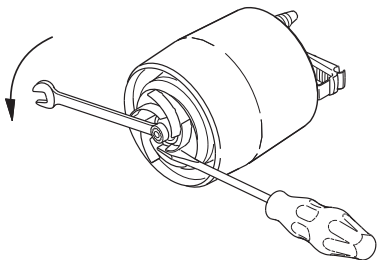

Fig. 13 Cum se scoate rotorul
6. Deșurubați piulița (lățime transversală 13 mm) de la arborele motorului. Utilizați o șurubelniță pentru a împiedica rotirea rotorului. Vezi fig. 13.